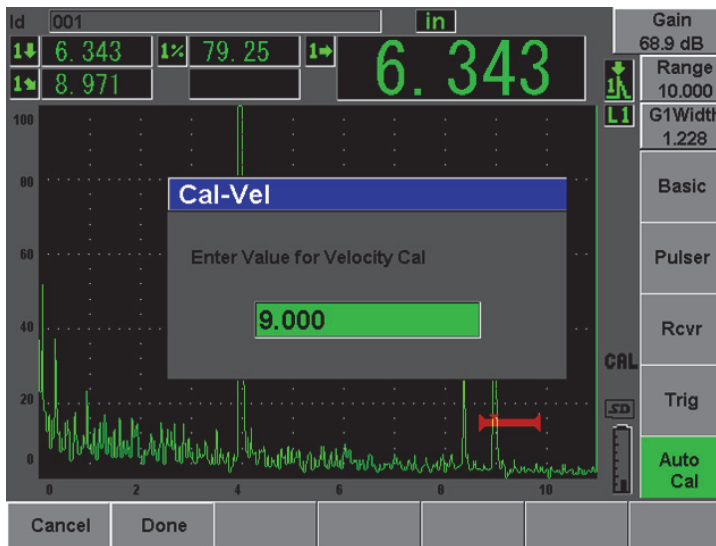

Figura 10-22 Exemplo de um sinal fechado para calibração de velocidade
8. Use a tecla [GATES] para posicionar a porta 1 de modo que o segundo eco da reflexão do arco do bloco ultrapasse o limite da porta. Esta reflexão deve ser próxima a 9 pol. (225 mm) [veja Figura 10-22 na página 186].